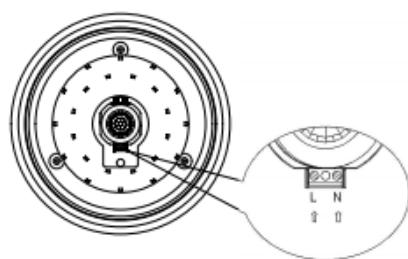

Fig. 3
- Conectati cablurile de alimentare in cele doua borne "N" si "L" (fig. 3).